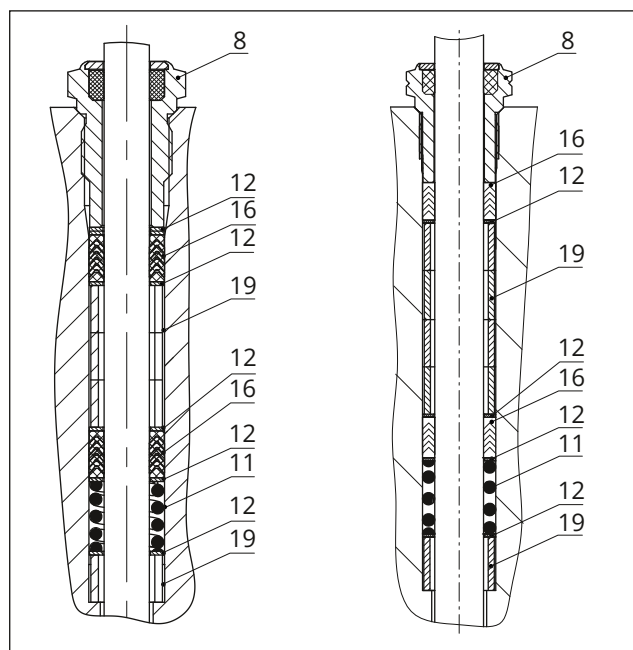

Fig. 25: Standardpackning: DN 15 till 40/NPS 1/2 till 1 1/2 (vänster) och DN 50 till 100/NPS 2 till 4 (höger)
12. Skjut försiktigt packningsdelarna över kägelspindelns in i packningskammaren med ett lämpligt verktyg. Följ korrekt frekvens (se Fig. 25).
13. Tryck in kägeln (5) ordentligt i sätet (4). Fäst flänsen (2) med husets muttrar (14). Dra åt muttrarna gradvis och korsvis. Respektera åtdragningsmomenten.
14. Skruva i den gängade bussningen (8) och dra åt den. Respektera åtdragningsmomenten.
15. Placera oket (3) på flänsen (2) och fäst med kronmuttern (92).
16. Lossa den gängade låsmuttern (10) och spindelanslutningsmuttern (9) på kägelspindelns.
16. Lossa den gängade låsmuttern (10) och spindelanslutningsmuttern (9) på kägelspindeln.